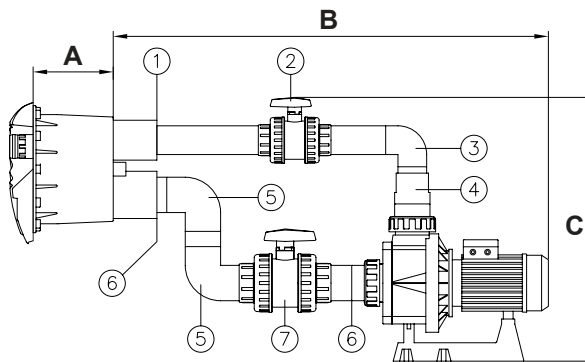

Fig. 6
- Coller la bride réduite de 75x63 mm. (n° 1, fig. 6) sur la prise d'impulsion du boîtier (voir fig. 6).
- Coller un tube de 63mm. Ø (*) à la bride réduite (n° 1, fig. 6).
- Coller la valve de 63mm. Ø (n° 2, fig. 6) au tube de 63mm. Ø (*).
- Coller tube de 63mm. Ø (*) à la valve de 63mm. Ø (n° 2, fig. 6).
- Coller le coude de 63mm. Ø (n° 3, fig. 6) au tube de 63mm. Ø (*).
- Coller le tube de 63mm. Ø (*) au coude (n°3, fig.6).
- Coller la réduction conique 90/75/63 mm. (n°4, fig. 6) au tube de 63mm. Ø (*) et au raccord de la pompa de 90mm. Ø.
- Coller la bride réduite de 90x75 mm. (n° 6, fig. 6) sur la prise d'aspiration du boîtier (voir fig. 6).
- En utilisant un tube de 75mm. Ø (*), coller un coude de 75mm. Ø (n° 5, fig. 6) à la bride réduite (n° 6, fig. 6).
- En utilisant un tube de 75mm. Ø (*) on unira l'autre coude de 75mm. Ø (n°5, fig. 6) au coude déjà collé (voir fig. 6).
- Coller la valve de 75mm. Ø (n°7, fig. 6) au coude (n° 5, fig. 6) en utilisant un tube de 75mm. Ø (*) pour les réunir.
- Coller un tube de 75mm. Ø (*) à la valve (n° 7, fig. 6).
- Coller une bride réduite 90x75 mm. (n° 6, fig. 6) au tube de 75mm. Ø (*) et au raccord de la pompa de 90mm. Ø.